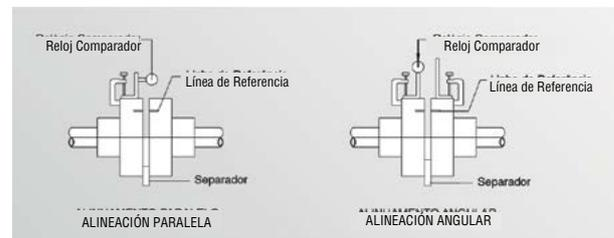

Figura 9 - Alineación del acoplamiento usando un reloj comparador.
Un reloj comparador (Figura 9) también puede ser usado para verificar la alineación. Proceda de la siguiente forma:
1. Marque una línea de referencia en los casquillos de acoplamiento (Ver Figura 9).